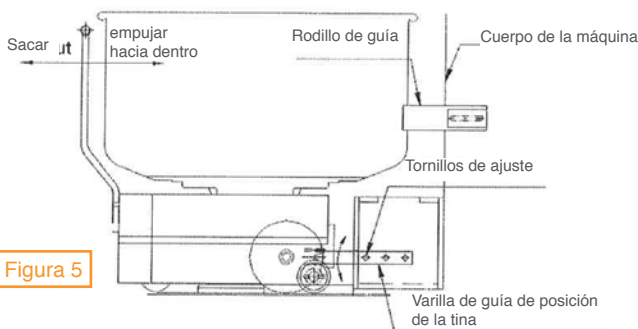

Figura 5
8. En esta posición, se puede probar el grado de apriete de la varilla de la guía de posición de el perol. Tire del carro para separarlo de la máquina. Repita como antes hasta que el carro pueda empujarse hacia dentro y extraerse fácilmente. Después apriete los tornillos de ajuste de la varilla de guía de posición de la artesa tal como se muestra en la Figura 5. Finalmente, intente sacar e introducir el carro de nuevo para comprobar que sale y entra con suavidad..